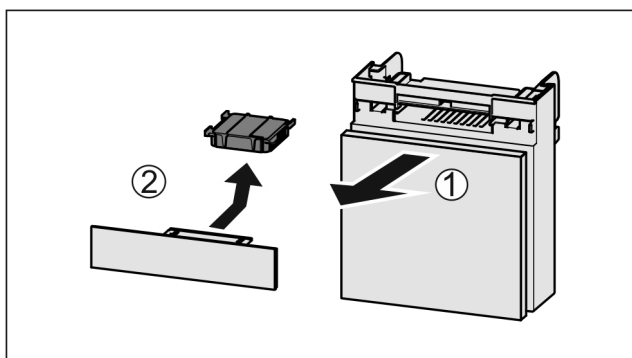

Fig. 199
- Trekk ut Fig. 199 (1) hyllen fremover.
- Ta ut Fig. 199 (2) aktivkullfilteret.